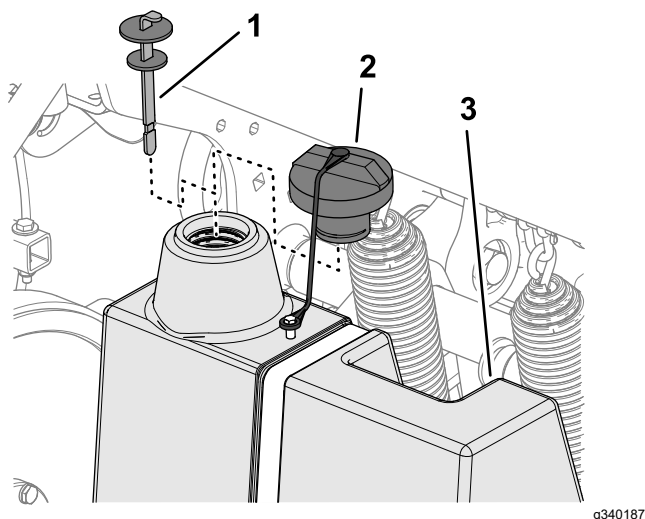

Figura 179
3. Limpie la zona alrededor del cuello de llenado y el tapón del depósito hidráulico (Figura 179). Retire el tapón del cuello de llenado.